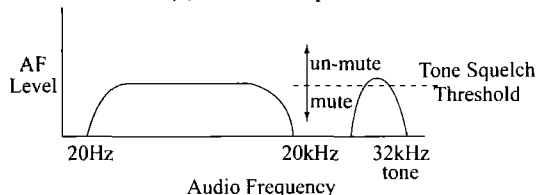

图5 Tone key squelch
(2)导频(Tone-key/Tone-code)信号技术:是降噪技术的一项改进措施——在无线话筒发射音频信号的同时,加入32kHz的超声波导频信号。如图5所示。接收机中的静噪电路可识别这个导频信号,只有检测到它才打开音频输出电路。这样就能有效地防止来自其他发射器的无用信号或噪声,以及无线话筒电源接通和关断时产生的射频噪声和爆裂噪声。知名品牌如SHURE、MIPRO等采用了这项技术。